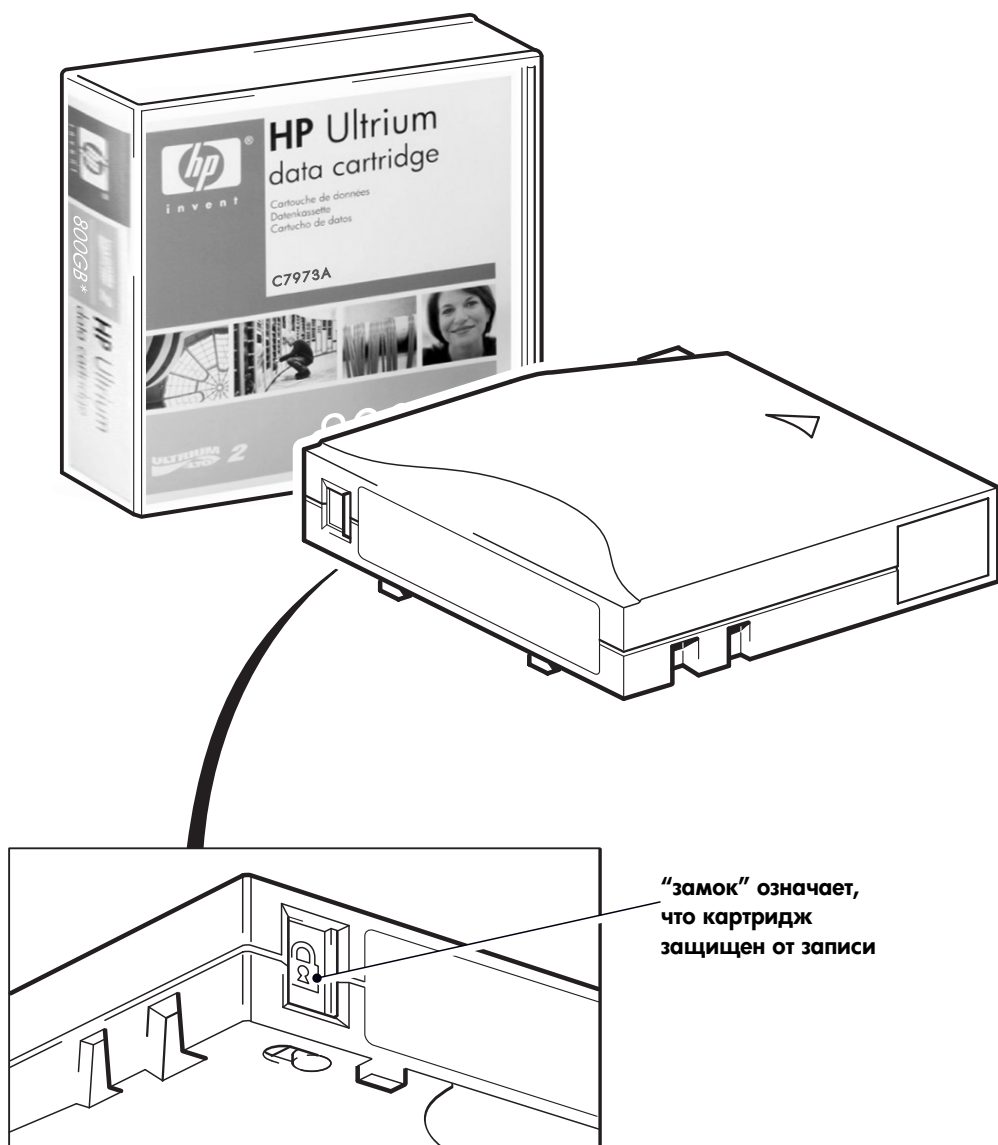

Рис. 9. Защита картриджа от записи
- Чтобы снять с картриджа защиту от записи, сдвиньте защелку влево. Расположение переключателя см. на Рис. 9.